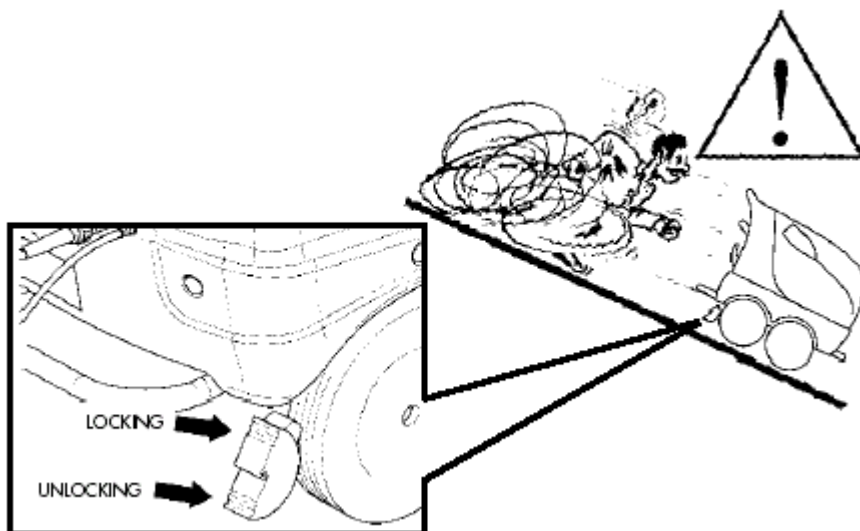

рис.10
13. Устанавливайте аппарат только на ровной поверхности. Используйте парковочный тормоз во избежание нежелательного движения машины (рис.10).